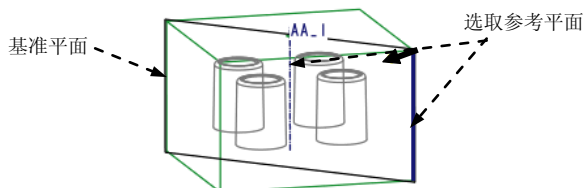

图 25.11 创建基准平面 ADTM1
Step1. 创建图 25.11 所示的基准平面 ADTM1。操作过程如下。
- (1) 单击 **模具** 功能选项卡 **基准** 区域中的“平面”按钮
- (2) 按住 Ctrl 键，选取图 25.11 所示的基准轴和坯料边线。
- (3) 在“基准平面”对话框中单击 **确定** 按钮。
Step5. 在“移动(复制)”操控板中选择  选项，选取图 25.11 所示的轴线，在角度文本框中输入数值 90，单击操控板中  按钮。